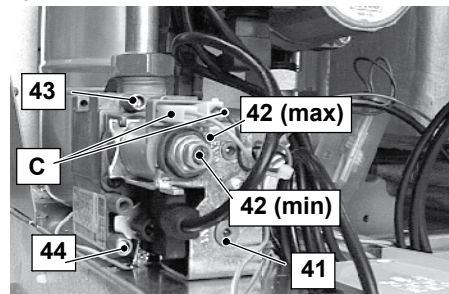

Figura 7.3
- Confrontare il valore di pressione misurato con quello indicato nelle tabelle seguenti. Per tarare la pressione al bruciatore agire sul dado esagonale grande in ottone dell'operatore modulante 42 max in Figura 7.3 (ruotando in senso orario la pressione aumenta).
- A caldaia spenta (fuori servizio), controllare la pressione di alimentazione utilizzando la presa 44 in Figura 7.3 e confrontare il valore letto con quelli riportati nella tabella *Pressioni di alimentazione gas* nella sezione "Dati tecnici" pag. 18.
- Richiudere bene la presa di pressione 44 in Figura 7.3.
- Aprire la presa di pressione 43 in Figura 7.3 e collegare un manometro.
- Sconnettere il filo di alimentazione "C" dell'operatore modulante 42. Fare attenzione che non vada a toccare le parti metalliche della caldaia Figura 7.3
- Per tarare la pressione al bruciatore agire sulla vite in plastica (42 min in Figura 7.3) tenendo fermo il dado esagonale in ottone grande (42 max in Figura 7.3) dell'operatore modulante (ruotando in senso orario la pressione aumenta).
- Chiudere la presa di pressione 43 in Figura 7.3
IMPORTANTE: Dopo ogni misurazione delle pressioni gas, richiudere bene le prese di pressione utilizzate (28 e 27 in Figura 7.3). Dopo ogni operazione di regolazione gas gli organi di regolazione della valvola devono essere sigillati.